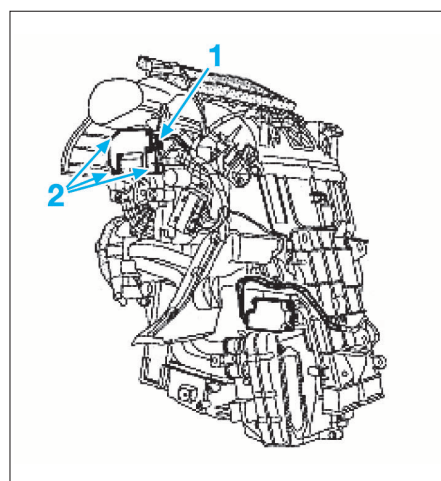

FIG. 20
- Débrancher le connecteur (1) du moteur de recyclage (Fig.20).
- les vis (2) de fixation du moteur de recyclage,